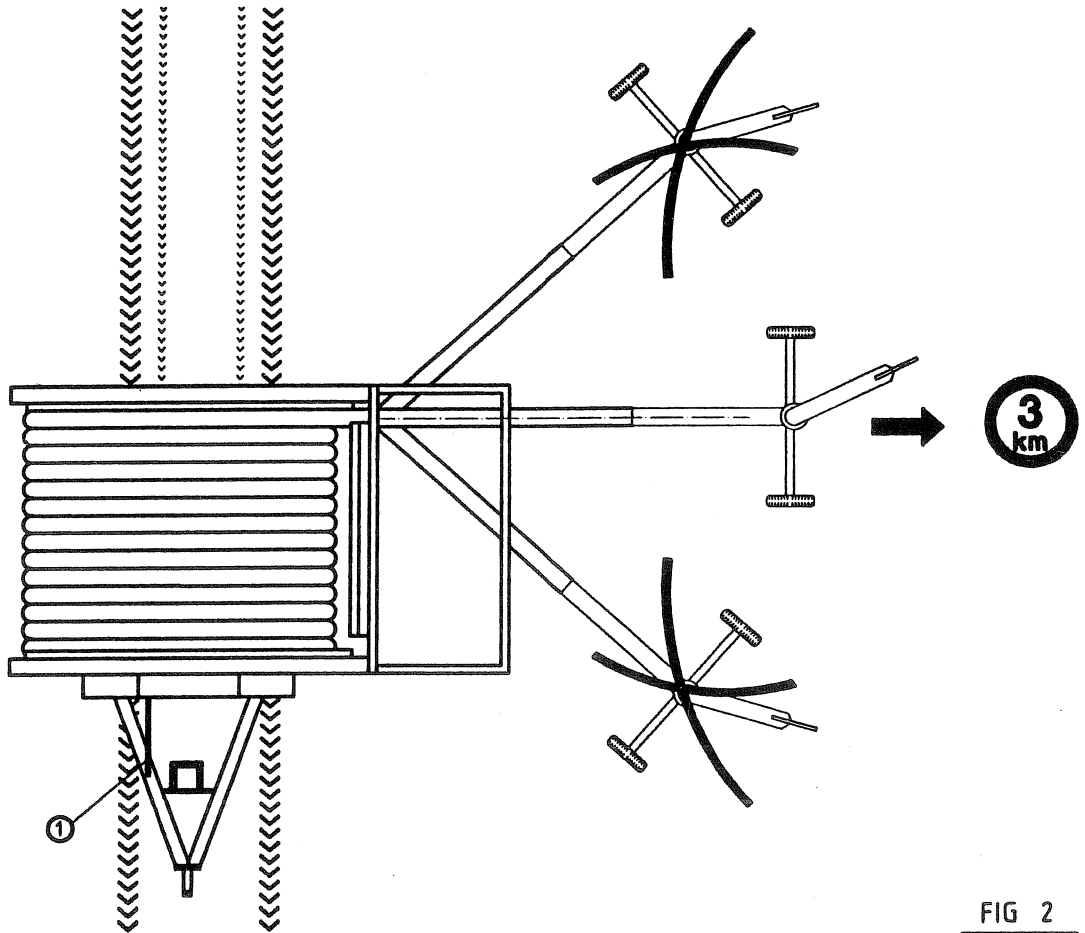

FIG 2
*1 Désengager le cliquet d'arrêt de la tourelle (fig 2, pos 1)
*3 Verrouiller le cliquet d'arrêt de la tourelle (fig 2, pos 1)